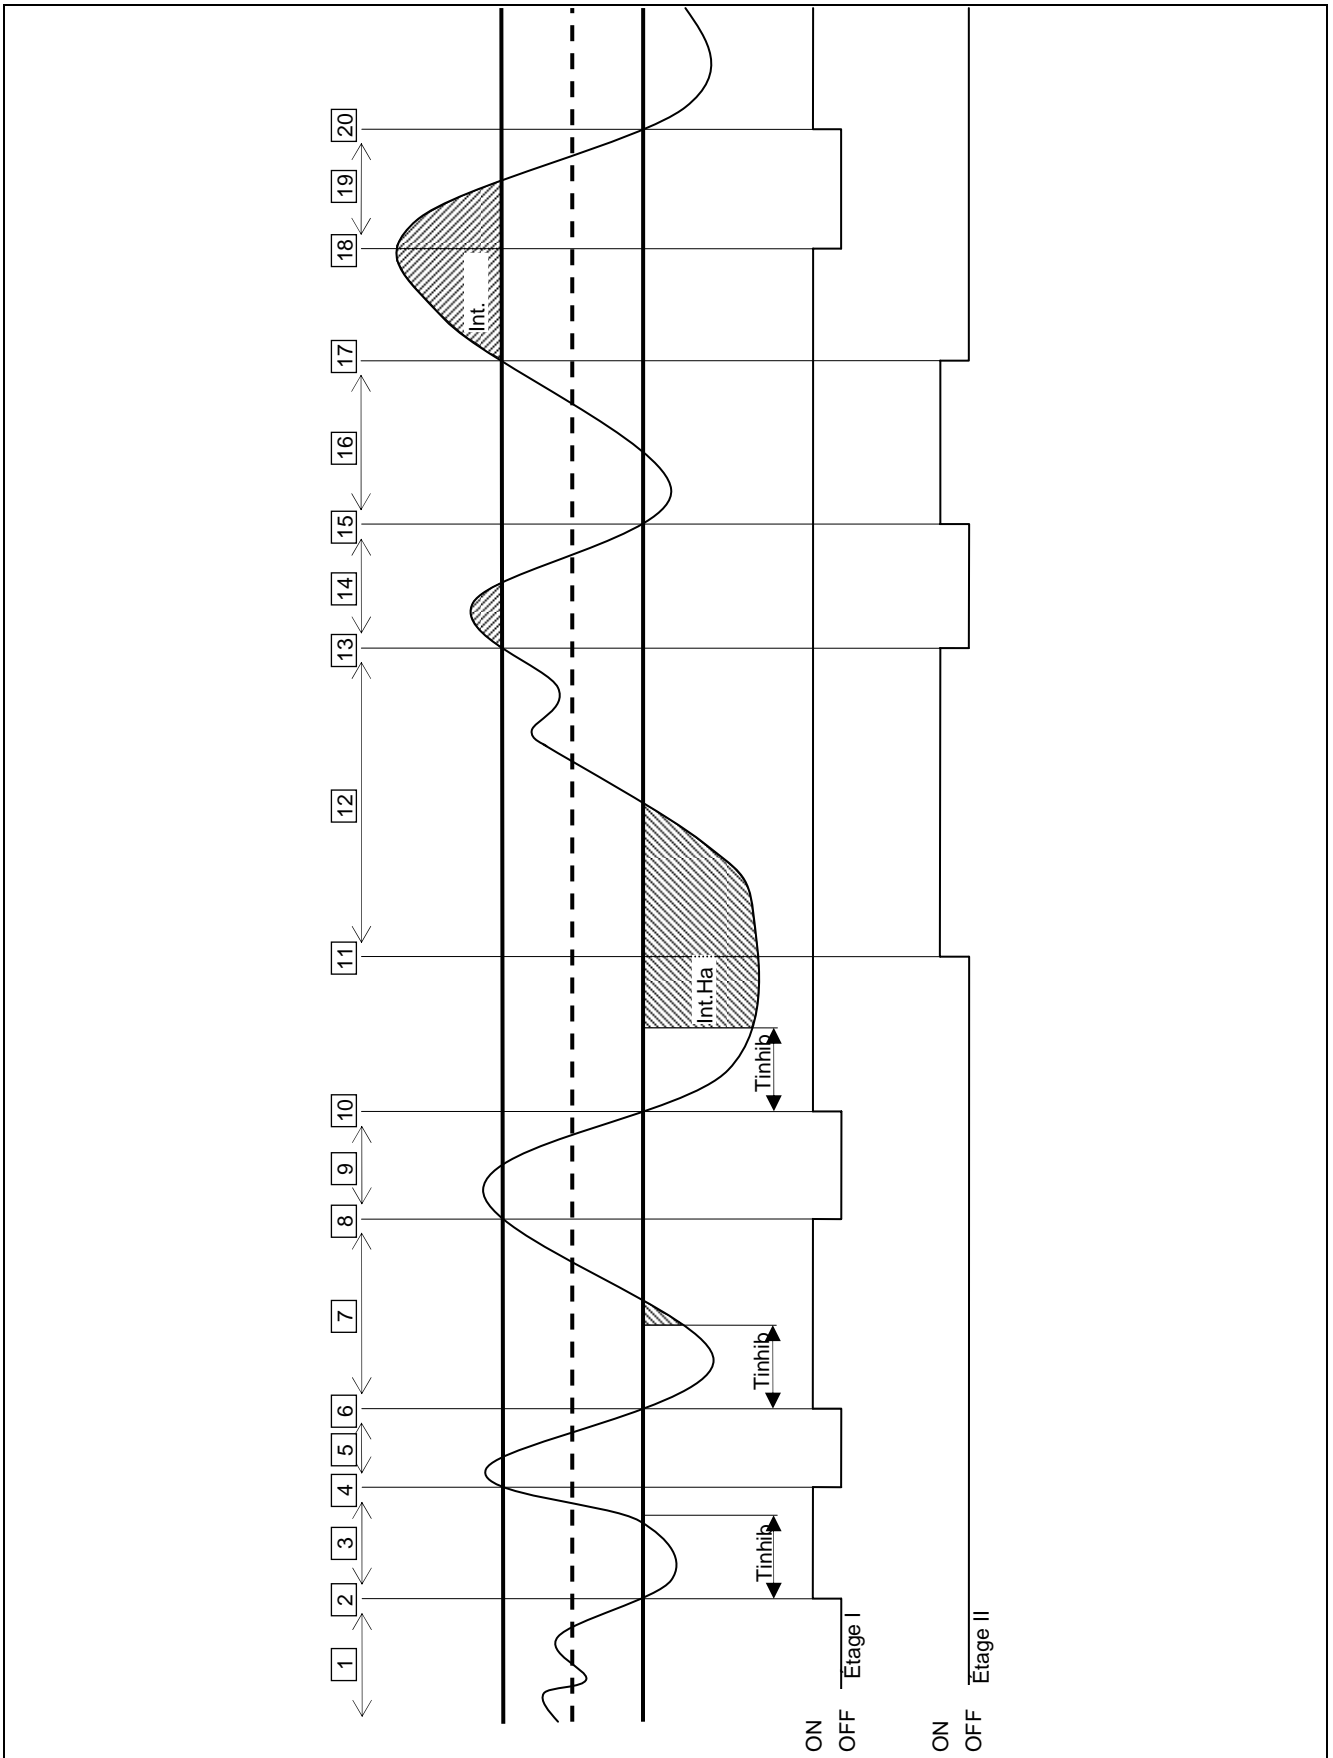

Figure 16
L'algorithme de réglage est illustré ci-après par un exemple d'évolution dans le temps de la température de l'eau ; supposons que le système est constitué de deux étages appartenant à une catégorie unique et que la condition initiale soit représentée par toutes les machines éteintes et la température de l'eau dans la plage différentielle. Dans la description suivante, référez-vous à la Figure 16.
- A. **Zone 1 du graphique de la Figure 16** : jusqu'à ce que la température de l'eau reste dans la plage différentielle centrée autour du point de consigne, le régulateur garde toutes les machines éteintes.
- Un étage bloqué est débloqué (et allumé) si la zone qui représente le déficit d'énergie, calculé à partir de l'expiration du "**temps d'inhibition**", atteint la valeur "**intégrale d'habilitation**" (Figure 16).
Pour chaque catégorie, cet autre paramètre est présent. Celui-ci permet de définir le temps minimum d'allumage de chaque étage de la catégorie et il a pour but d'éviter que les machines ne soient maintenues allumées pendant un temps trop bref au détriment du rendement de celles-ci. En pratique, lorsqu'un étage est allumé, il ne peut être éteint que lorsque le **“temps minimum d'allumage”** s'est écoulé, et ce indépendamment des règles de l'algorithme de régulation décrites dans le paragraphe correspondant ; par exemple, avec référence à la Figure 16, si l'intervalle de temps entre les points 2 et 4 était inférieur au **“temps minimum d'allumage”**, l'extinction de l'étage n'aurait pas lieu au point 4, mais plus tard, à la fin précisément du **“temps minimum d'allumage”**, calculé à partir du point 2. Il est évident que l'utilisation d'une valeur trop élevée de ce paramètre peut entraîner un mauvais réglage, étant donné que le respect du temps minimum d'allumage entraînera des infractions fréquentes et importantes des règles de l'algorithme normale ; en revanche, une valeur trop basse permettra des allumages brefs des machines, au détriment du rendement.